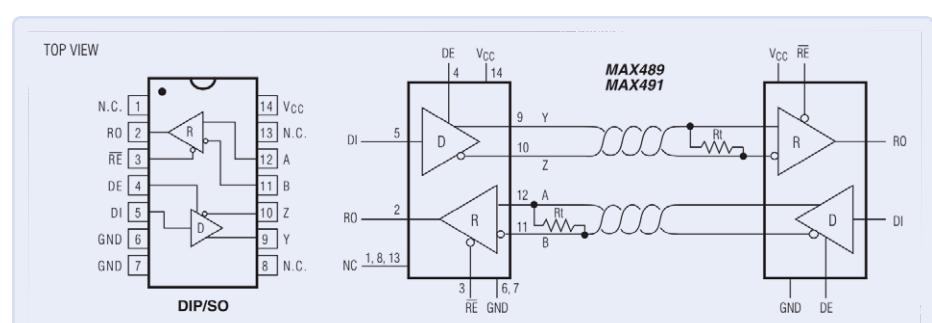

Figure 3. Configuration des broches du MAX489 et circuit de fonctionnement typique. Source : Analog Devices [6]
Les pilotes RS485 ou RS422 fonctionnent tous sur des principes similaires. À titre d'exemple, le schéma du circuit intégré MAX489, utilisé dans ce projet, est présenté dans la **figure 3**. Sa fiche technique est disponible sur le site [6]. Les données à transmettre sur le bus sont connectées à la broche *Driver Input* (DI). Les données reçues du bus sont alors disponibles sur la broche de sortie du récepteur (RO). Les broches *Receiver Enable* et *Driver Enable* (/RE et DE, respectivement) sont utilisées pour contrôler le sens de la communica-